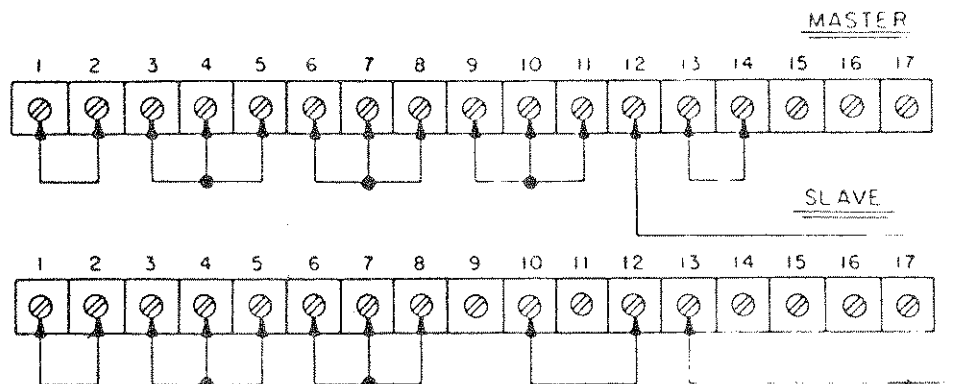

FIGURE 10 PARALLEL OPERATION MASTER / SLAVE
3.3.7 PARALLEL OPERATION (Figure 10)